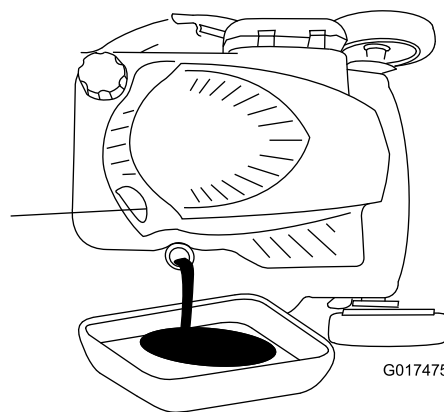

Figura 40
4. Ponga la máquina de lado (con el filtro de aire hacia arriba) para drenar el aceite usado del tubo de llenado de aceite (Figura 40).
10. Observe el nivel de aceite en la varilla (Figura 40).